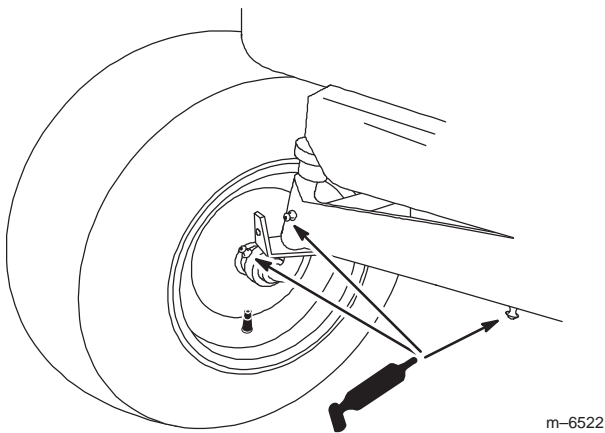

Figure 35
1. Graissez les roues avant et les fusées jusqu'à ce que la graisse commence à sortir des roulements (Fig. 35).
2. Graissez le pivot d'essieu avant (Fig. 35).